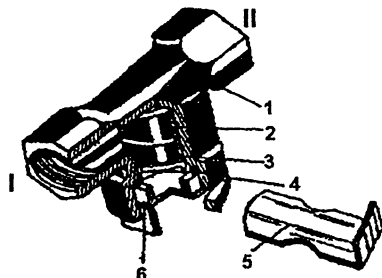

Рис. 6. Фильтр магистральный.
4.2.4. Фильтр магистральный (рис.6).